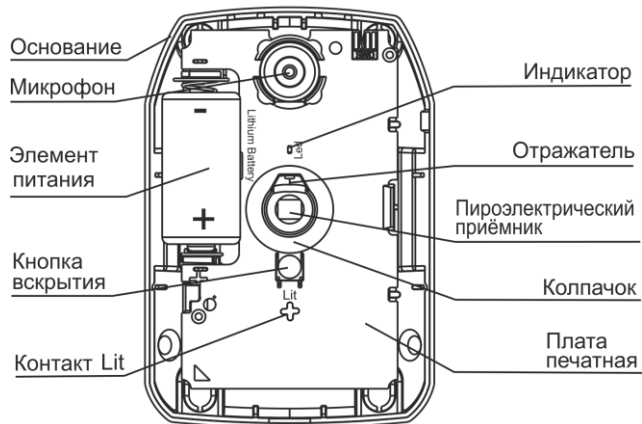

Рисунок 3
5.1 Конструктивно извещатель выполнен в виде блока, состоящего из основания и съемной крышки. Внутри блока смонтирована печатная плата с радиоэлементом (рисунок 3).
<p>2 Выдернуть изолятор ЭП или установить ЭП, соблюдая полярность (см. рисунок 3) и в течение 60 с дать извещателю выйти в дежурный режим. Для замены ЭП вынуть старый ЭП и через время не менее 20 с установить новый</p>